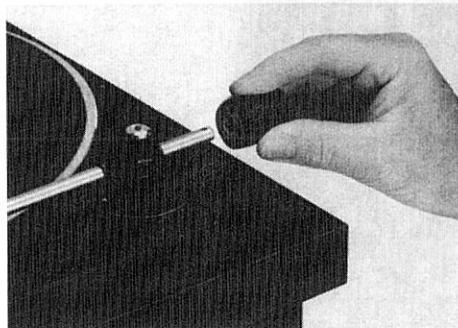

Fig. 4
2. Tonarm-Balancegewicht **3** auf den Tonarm drehen (Fig. 4). Tonarm entriegeln und über die Tonarmablage nach innen schwenken. Lifthebel **5** in Stellung ▼ bringen. Dabei Tonarm festhalten.
2. Turn the tonearm counterbalance **3** on the tonearm (fig. 4). Unlock the tonearm and move it over the tonearm rest. Place the cue control lever **5** in ▼ position. Hold the tonearm whilst doing so.